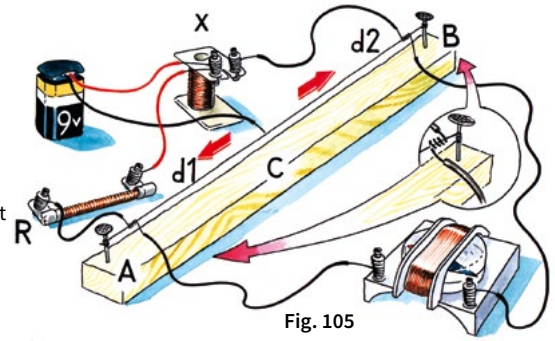

Fig. 105
L'importance de la résistance d'un conducteur peut être calculée au moyen du " Pont de Wheatstone ", dont nous trouvons le schéma à la fig. 105. Nous allons en construire un de la façon suivante :
b) Les autres éléments du pont sont : la résistance R (la pièce n.33 de notre boîte) dont nous savons que sa résistance est de 70 ohm, le bobinage dont nous désirons calculer la résistance et la pile. La liaison de ces pièces entre elles est indiquée à la fig. 105.